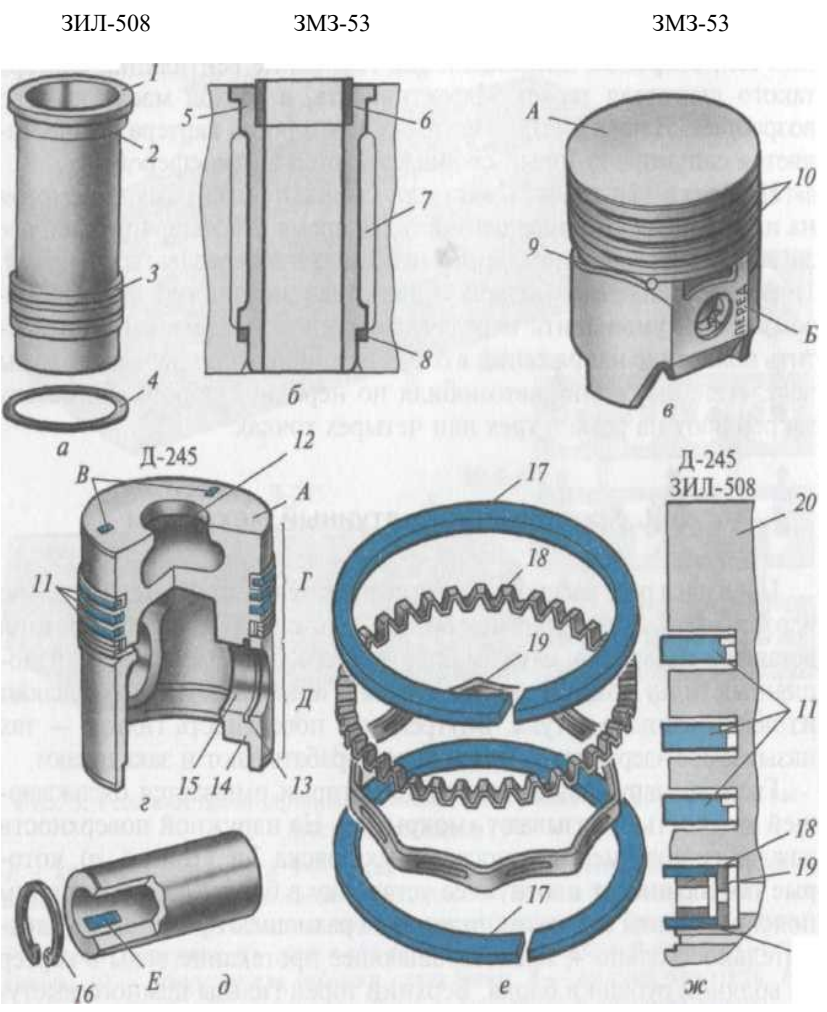

Рис. 5. Цилиндропоршневая группа:
13. В таблицу 5 внесите наименование деталей и элементов (рис.5) обозначенные позициями ...